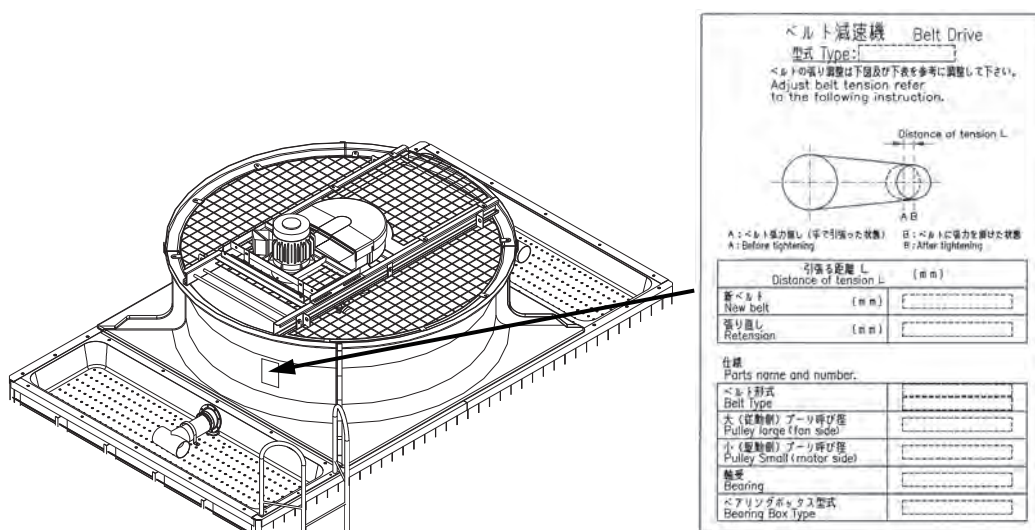

図 11-3 ベルト減速機ラベル
- g. 引っ張る距離（L）は別に定めた規定値としてください。（図 11-3 ベルト減速機ラベルを参照してください。）
下記のラベル貼付位置及び 図 11-3 ベルト減速機ラベルを参照してください。
交換部品ベルトサイズは 図 11-3 ベルト減速機ラベル を参照ください。